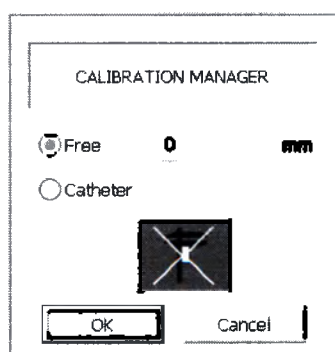

Рисунок 115
- введите известный размер в миллиметрах в поле **mm** (см. рисунок 115): все замеры изображения (включая деталь калибровки) отображаются в миллиметрах.